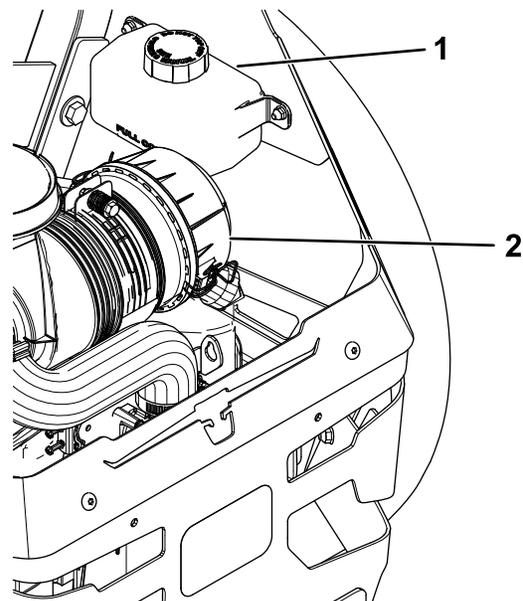

Рисунок 67
2. Проверьте уровень по расширительному бачку и при необходимости долейте гидравлическую жидкость Togo® HYPR-OIL™ 500 до линии FULL COLD (ПОЛНЫЙ В ХОЛОДНОМ СОСТОЯНИИ) (Рисунок 67).